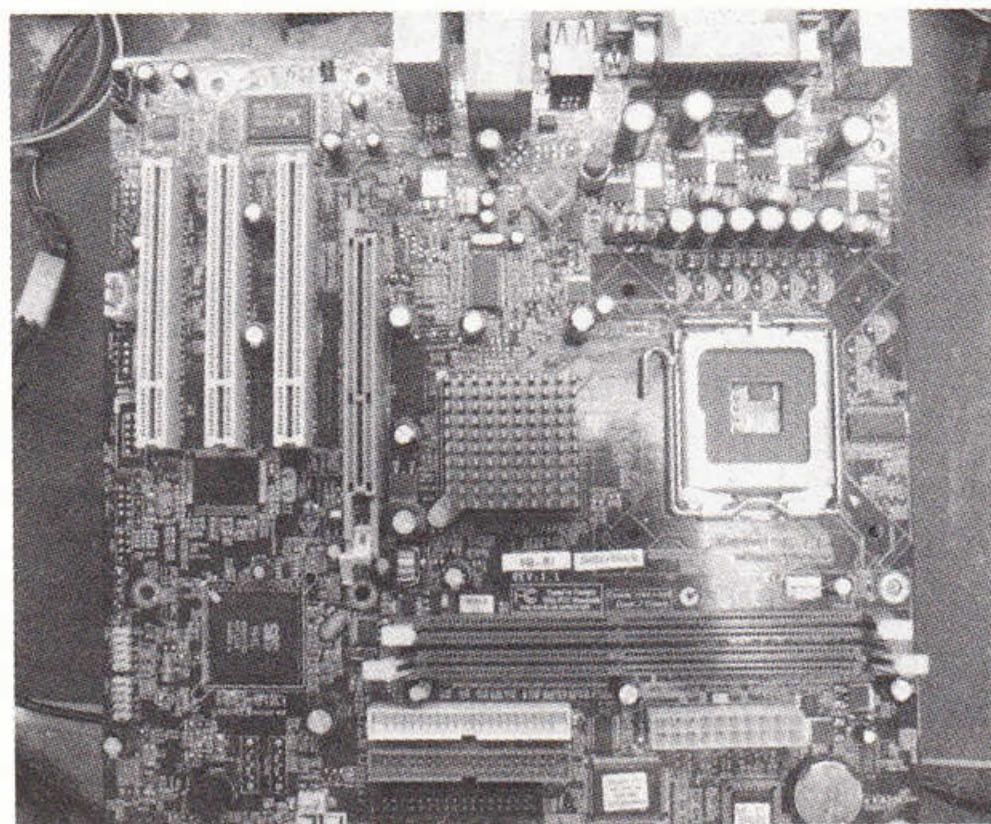

图 5-82 故障主板实物图
**主板型号：**精英 648-M7 主板。故障主板实物如图 5-82 所示。